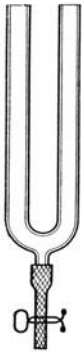

Fig. 92.
**Anleitung.** a) Spanne in das Gestell die U-Röhre (Fig. 92) lotrecht ein, fülle sie bis  $\sim 1$  cm unter dem obern Rande mit Wasser, laß etwas davon in das eine Becherglas ausfließen, merke den untern Rand der Kuppen an und laß dann  $100 \text{ cm}^3$  ausfließen. Lege wiederum den untern Rand der Kuppen fest und miß in beiden Schenkeln die Spiegelsenkungen  $l_1$  und  $l_2$  cm. Die Länge der ausgeflossenen Wassersäule ist  $2l = l_1 + l_2$ , ihre Masse  $m' = 100$  [gr] und ihr Gewicht  $F = 100 \cdot 981$  [Dyne]. Bei den Schwingungen der Wassersäule ist also der Kraftwert  $k = 100 \cdot 981/l$  [Dyne/cm].